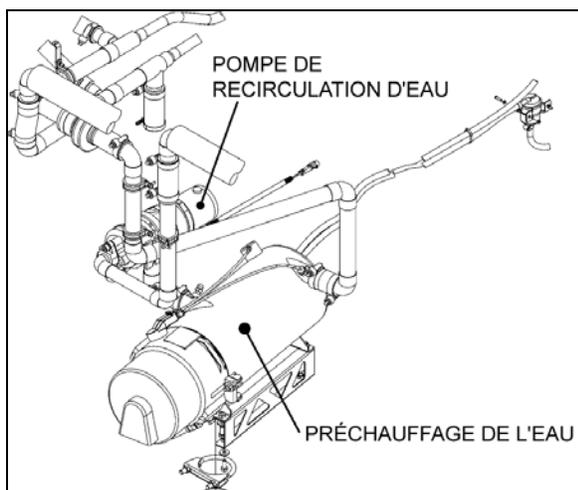

FIGURE 56 : EMPLACEMENT DE LA POMPE DE CIRCULATION – SYSTÈME DE CVC CENTRAL DES SÉRIES X3
- Séries X3 – Compartiment du préchauffeur de liquide de refroidissement (Figure 56)